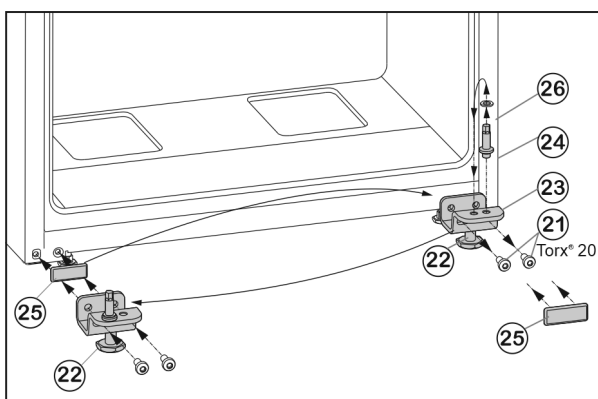

Fig. 9
- ▶ Tekerje le a rögzítőcsavarokat Fig. 9 (21).
- ▶ Vegye le a teljes alsó csapágybakot Fig. 9 (23) a csapszeggel Fig. 9 (24), az alátéttel Fig. 9 (26) és a beállító lábbal Fig. 9 (22).
- ▶ Csavarozza le a teljes csapágybakot Fig. 9 (24) az alátéttel Fig. 9 (26), helyezze át a csapágybak túloldali felvevő furatába, és csavarozza vissza.
- ▶ Óvatosan vegye le a fedőlemezt Fig. 9 (25), és helyezze át az ellenkező oldalra.
- ▶ Csavarozza vissza a teljes alsó csapágybakot Fig. 9 (23) a csapszeggel Fig. 9 (24), az alátéttel Fig. 9 (26) és a beállító lábbal Fig. 9 (22) a csuklópánt új oldalán **erősen (4 Nm-es nyomatékkal)**, adott esetben egy akkus csavarhúzóval.
- ▶ Az ajtót felülről helyezze Fig. 9 (24) a csapszegre.
- ▶ Tekerje ki az állítólabát Fig. 9 (22) az alsó csapágybakból Fig. 9 (23), míg hozzá nem ér a talajhoz.